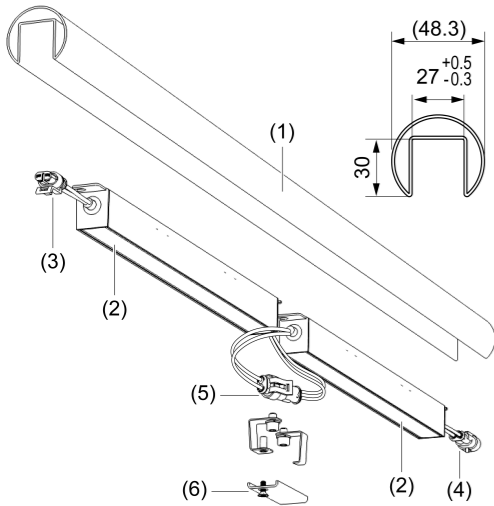

Bild 1
-  Auf richtige Nutmaße achten (Bild 1)